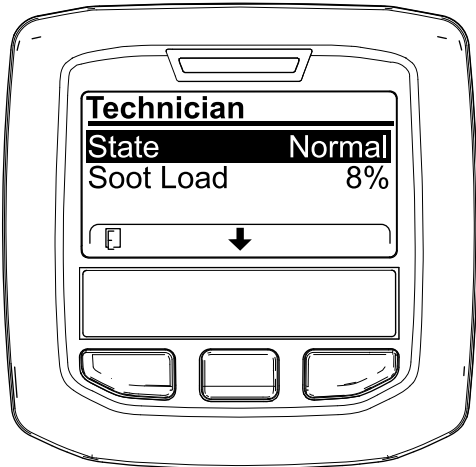

Bild 34
- Lesen Sie in der Tabelle für den Dieselpartikelfilter-Betrieb den aktuellen Zustand des Dieselpartikelfilter-Betriebs nach (Bild 34).